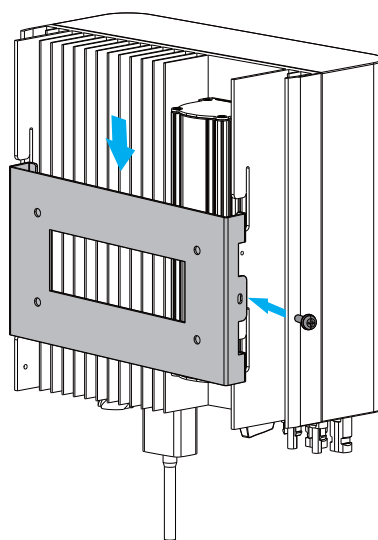

Рис. 4.6 Монтаж инвертора
3. Закрепите инвертор на монтажной скобе, а затем зафиксируйте инвертор с помощью винтов M4 в комплекте в точках E и F (рисунок 4.6).